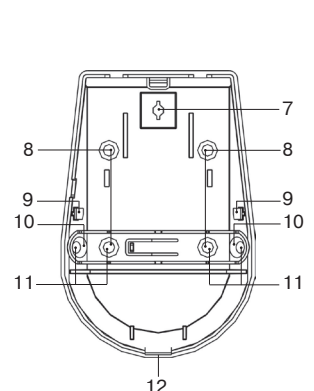

Рисунок 2 – Конструкция «Пирон-4РК»
Крышка корпуса с печатной платой представлены на рис. 2 а).
В основании корпуса (рис. 2 б) имеются:
- просверлите в основании корпуса отверстия (рис. 2 б), которые будут использоваться для крепления извещателя;